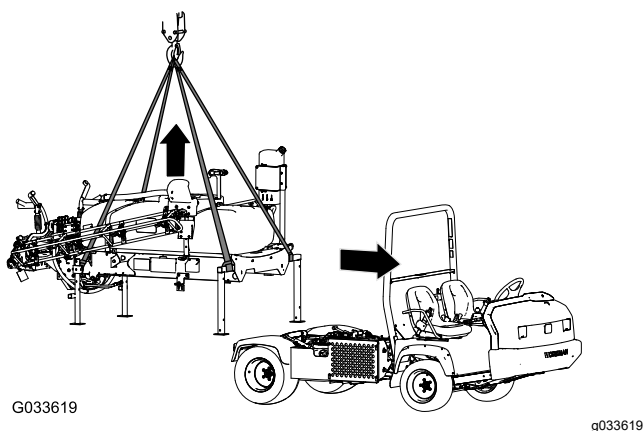

Figura 102
1. Coborâți brațele la aproximativ 45° și pivotați-le înainte (Figura 102).
5. Atașați echipamentul de ridicare la tuburile orizontale ale suporturilor de cric frontale și la suportul vertical al suporturilor de cric posterioare (Figura 102).
7. Ridicați sania rezervorului de pe mașină suficient de sus pentru a desprinde sania de mașină (Figura 102).